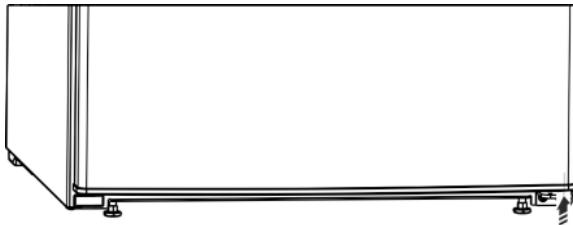

Fig. 8
- Razmačnik Fig. 8 (13) ponovo umetnute desno dolje u vrata jer je on važan za stabilnost uređaja.